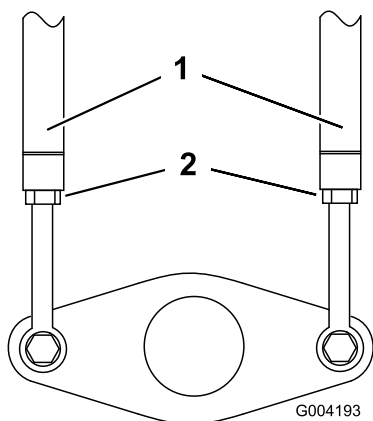

Figure 69
3. Desserrez les écrous de blocage sur les tiges de déplacement, sous le panneau de commande (Figure 69).